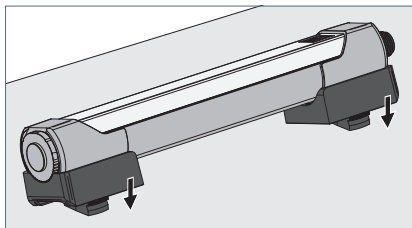

Fig. 3: Monter le luminaire sur les éléments de fixation.
- Posez le luminaire avec les supports montés sur les éléments de fixation et poussez le luminaire vers le bas jusqu'à ce que les supports s'enclenchent dans les éléments de fixation, voir Fig. 3.